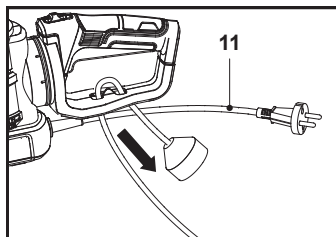

Fig. 3
2. Treci cablul prelungitor peste suportul de cablu (12) și trage ușor de cablul de alimentare (11) pentru a te asigura că este bine fixat (Fig. 3).